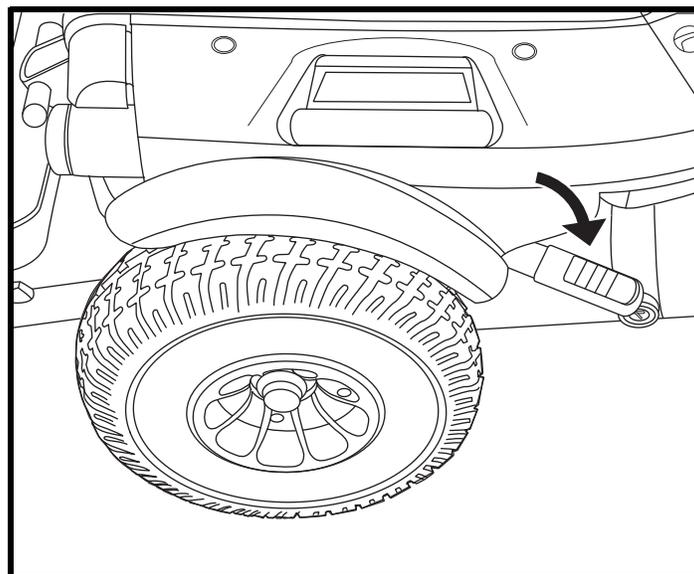

Figure 9. Mode « roues libres » (débrayé)
3. Tirez les leviers vers l'extérieur pour débrayer les moteurs (mode « roues libres »). Voir la figure 9.